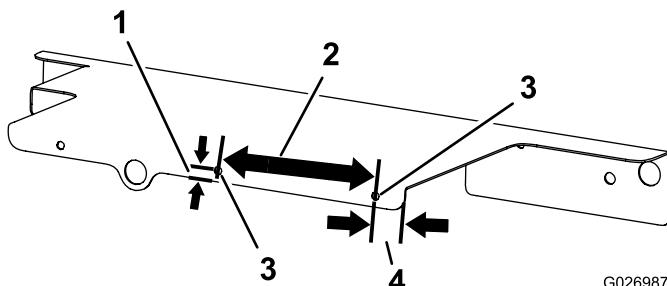

Figure 14
- Percez 2 trous de 8,6 mm dans la protection du couvercle droit (Figure 14).
Remarque: Reportez-vous à la Figure 14 et mesurez l'emplacement des trous de 8,6 mm